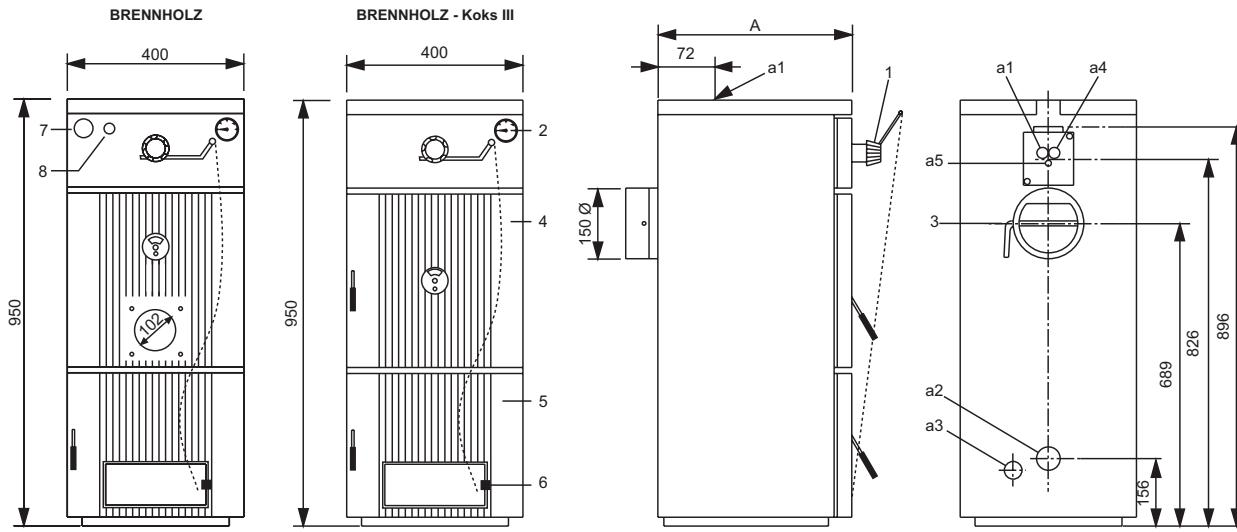

Abb. 2
1. Das Sicherheitsventil „P“ am Austritt des Sicherheitswärmetauschers „N“ in der vom Pfeil gezeigten Richtung montieren. Den Fühler „Q“ des Ventils in die Hülse „a5“ einführen (Abb. 2). Den Wassereintritt direkt am Sicherheitswärmetauscher anbringen. Den Austritt am Ventil anschließen.